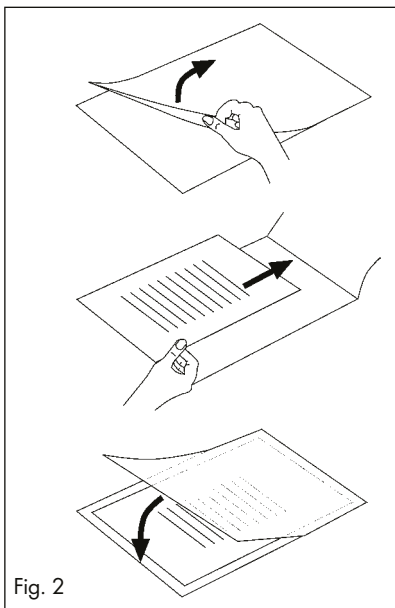

Fig. 2
- ▶  Fare attenzione a utilizzare solo un foglio per la laminazione. Provvedere prima ad aprirlo come indicato ad esempio in Fig. 2.
- ▶  Fare attenzione a utilizzare solo un foglio per volta per la laminazione. Aprirlo prima come indicato ad esempio in Fig. 2.